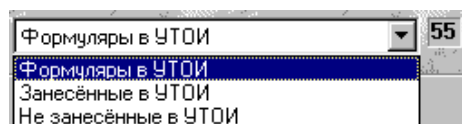

Рисунок 80
5.2.4 Фильтр «Формуляры в УТОИ» (рисунок 80) включает следующие режимы поиска: